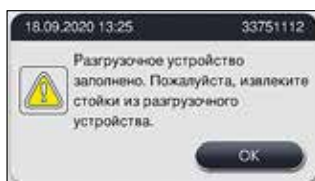

Рис. 90
- Необходимо открыть разгрузочное устройство и извлечь штативы не позднее, чем появится предупреждение по заполнению станции разгрузки (→ "Рис. 90"). Если это предупреждение будет проигнорировано, перемещение следующих штативов в станции разгрузки будет невозможно. Это может привести к изменению длительности этапов и замедлению процесса окрашивания, а также, возможно, к непредсказуемым результатам окрашивания.